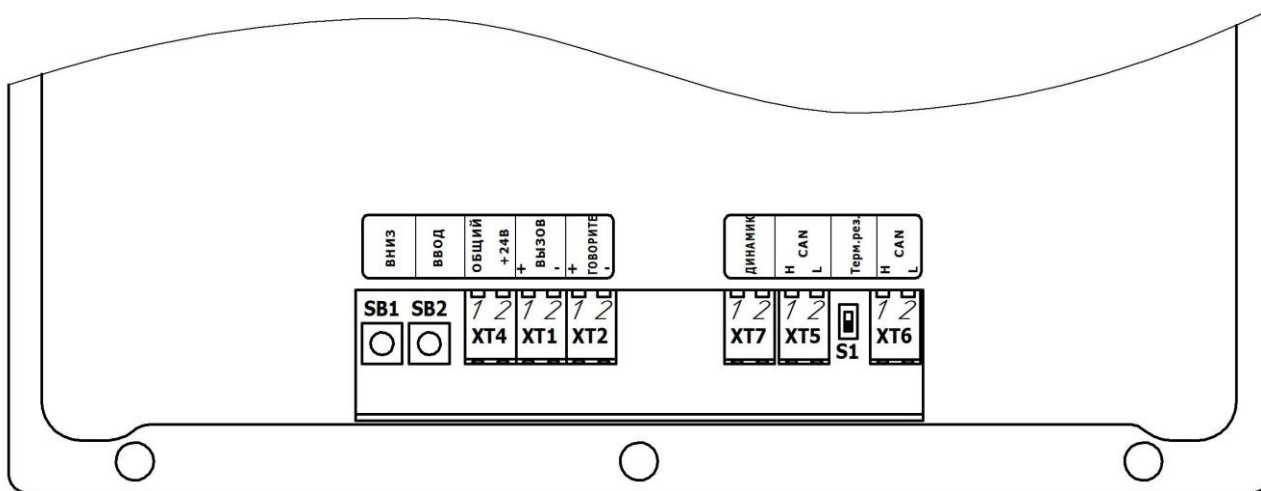

Рис.1. Расположение разъемов и органов управления
7.2 Выполнить подключение разъема XT5 согласно таблице 1, и разъемов XT1, XT2, XT4 согласно таблице 2. Расположение разъемов показано на рис.1.